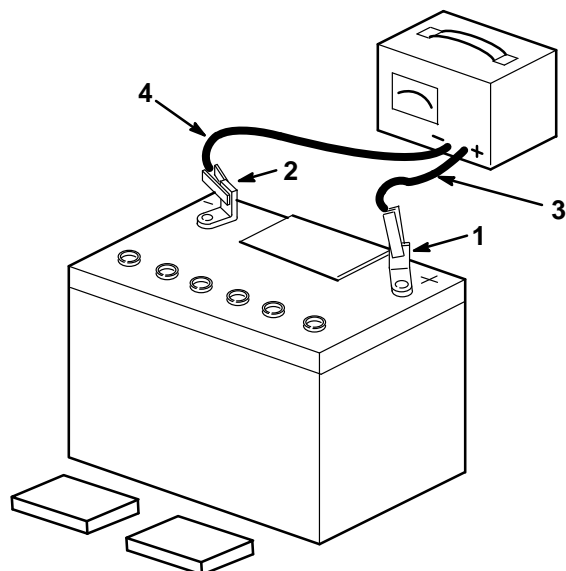

Figure 5
3. Ne pas remettre les bouchons et connecter un chargeur de batterie de 3 à 4 A aux bornes de la batterie (Fig. 5). Charger la batterie avec un débit de 4 A ou moins durant 4 heures (12 V).
4. Lorsque la batterie est complètement chargée, débrancher le chargeur de la prise de courant, puis le déconnecter des bornes négative et positive de la batterie (Fig. 5).